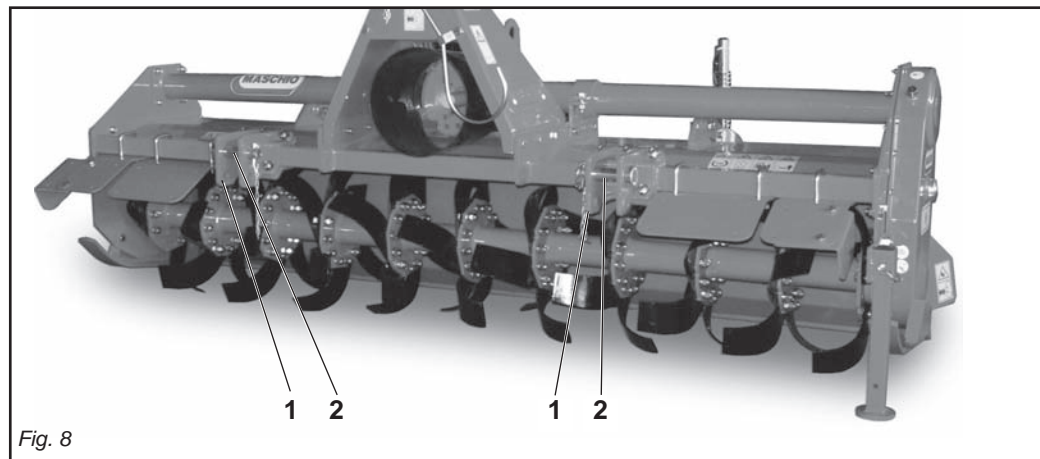

Fig. 8
In base alle dimensioni specifiche di questi 2 tipi di attacchi dei trattori è necessario determinare la posizione più favorevole della macchina spostando opportunamente sul tubo quadro le piastre (1 Fig. 8) e inserendo i perni (2 Fig. 8) nei fori corrispondenti al giusto diametro delle parallele del trattore.
Depending on the precise dimensions of these two types of hitches, find the best position for the machine by moving the plates (1 Fig. 8) along the square tubular and inserting the pin (2 Fig. 8) in the holes corresponding to the correct diameter for the tractor's parallel arms.
En fonction des dimensions spécifiques de ces deux types d'attelages des tracteurs il faut déterminer la position la plus favorable de la machine en déplaçant, sur le tube carré, les plaques (1 Fig. 8) et introduire les axes (2 Fig. 8) dans les trous correspondant au bon diamètre des parallèles du tracteur
Alle Maschinen können an jedem beliebigen Schlepper mit Universal-Dreipunktaufhängung der 1. und 2. Kategorie angebaut werden. Aufgrund der spezifischen Abmessungen dieser beiden Schlepperanschlüsse kann man die günstigste Position der Maschine festlegen, indem man die Platten (1 Abb. 8) auf dem Vierkantrohr verschiebt und die Bolzen (2 Abb. 8) in die entsprechenden Bohrungen mit dem richtigen Durchmesser auf dem Schleppergestänge einsteckt.
En relación a las dimensiones específicas de estos dos tipos de enganche de los tractores hace falta determinar la posición más favorable de la máquina desplazando oportunamente en el tubo cuadrado las placas (1 Fig. 8) e introduciendo los pernos (2 Fig. 8) en los orificios correspondientes al correcto diámetro de las paralelas del tractor.
Le piastre (1 Fig. 8) vanno montate sempre e solo come mostrato in Fig. 8 con i fori posizionati anteriormente al tubo quadro.
- 1) Accostare le parallele del sollevatore ponendole all'interno delle piastre (1 Fig. 8), inserire il perno (2 Fig. 8) nel foro predisposto e bloccare con le copiglie a scatto.
The plates (1 Fig. 8) must always and only be mounted as shown in Fig. 8 with the holes towards the front of the square tubular.
- 1) *Near the lift bars, setting them in the most suitable plates (1 Fig. 8). Insert the pin (2 Fig. 8) into the relative hole and lock in place with the snap-in split pins.*
Les plaques (1 Fig. 8) doivent obligatoirement être montées comme illustré dans la Fig. 8 en utilisant les trous placés à l'avant du tube carré.
- 1) Approchez les barres du relevage en les plaçant à l'intérieur des plaques les plus appropriées (1 Fig. 8), introduisez l'axe (2 Fig. 8) dans le trou correspondant et bloquez par les goupilles à encastrement.
Die Platten (1 Abb. 8) dürfen nur und ausschließlich so montiert werden, wie es in Abb. 8 gezeigt ist, nämlich mit den Bohrungen, die vor dem Vierkanrohr angeordnet sind. Der Hersteller haftet nicht für die Beschädigung der Maschine oder des Schleppers infolge der Nichtbeachtung dieser Angabe.
- 1) *Die Lenker des Krafthebers annähern und in die am besten geeigneten Platten schieben (1 Abb. 8). Den Bolzen (2 Abb.8) in das Loch stecken und mit dem einrastenden Splint blockieren.*
Las placas (1 Fig. 8) deben ser montadas siempre y solamente según lo indicado en la Fig. 8 con los orificios posicionados delante del tubo cuadrado. La firma constructora no es responsable de rupturas en la máquina o en el tractor originadas por falta de respeto de esta indicación
- 1) Acercar las barras del elevador poniéndolas dentro de las placas más indicadas (1 Fig. 8), introducir el perno (2 Fig. 8) en el orificio y bloquear con los pasadores de resorte.